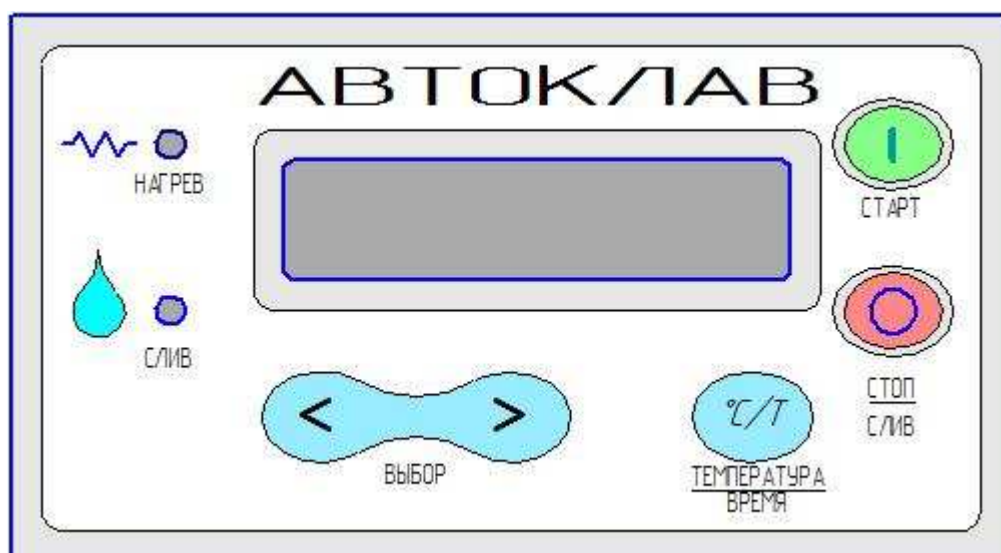

Рисунок 4 — Панель электронного блока управления (ЭБУ)
3.2. ЭБУ состоит из микропроцессорного блока с цифровой индикацией. На лицевой панели (рис.4) находятся органы управления и индикации.
ЭБУ подключится к электроэнергии и перейдёт в режим выбора продукта (на дисплее выводится меню наименования продуктов, курсором указан выбранный продукт (рис.4). Автоклав запоминает параметры последней стерилизации (дистилляции).
- ЭБУ подключится к электроэнергии и перейдет в режим выбора продукта (засветится светодиод «Выбор продукта» (рис.4);
- на верхнем цифровом табло высвечивается температура и время режима работы (стерилизация или дистилляция), выполнявшегося до этого, например, стерилизация мяса – температура 115°C, время 40мин (рис. 4);